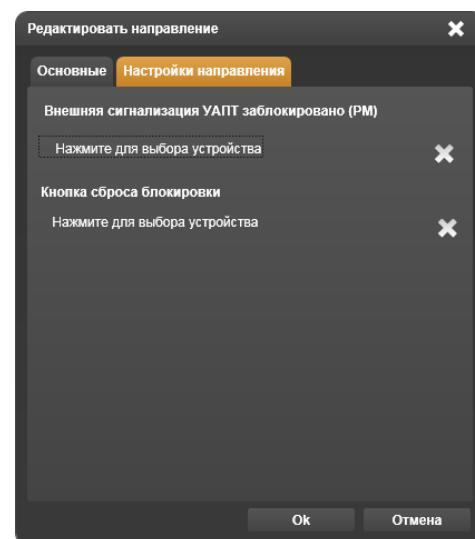
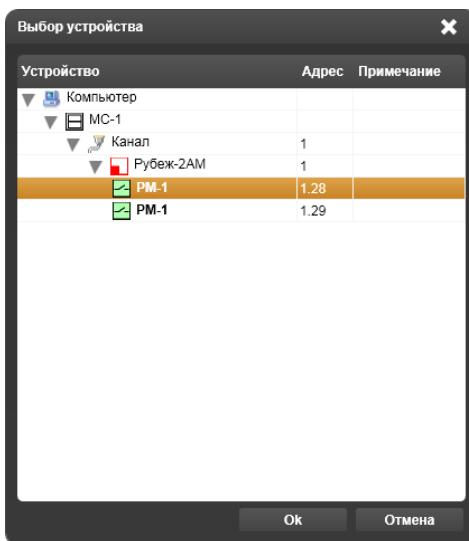

Рисунок 21.39 – Закладка Настройка
Рисунок 21.40 – Окно **Выбор устройства** для блокировки
В открывшемся окне следует перейти под закладку **Настройка направления** (Рисунок 21.39), где щелкнув на фразе **Нажмите для выбора устройства** под заголовком **Внешняя сигнализация УАПТ заблокировано (PM)**, перейти в окно **Выбор устройства** (Рисунок 21.40). В этом окне следует выбрать PM-1 с адресом **1.28** или **1.29** и щелкнуть на кнопке **Ok**. Это позволит отключить автоматику, когда в системе сформируется сигнал **Пожар**, так как эти релейные модули при пожаре в любой зоне блокируют лифт и отключают вентиляцию.